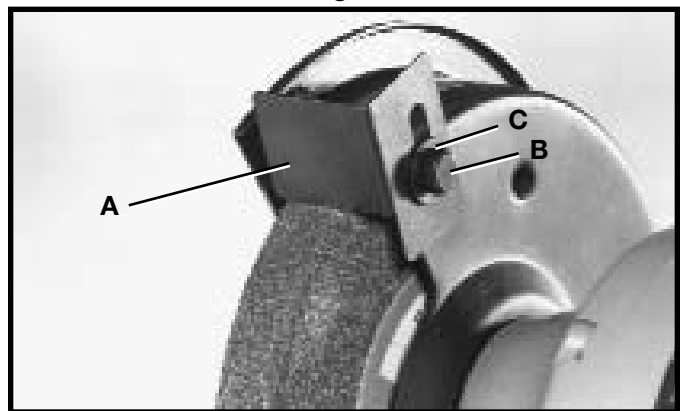

Fig. 5
El protector de chispas (A) Fig. 5 debe montarse al lado de cada protector de ruedas, haciendo uso del tornillo de 1/2 pulg. de largo 1/4-20x1/4" (B) y de la arandela 11/16" (C) en la manera ilustrada aquí. El protector de chispas (A) debe ser ajustado lo más cercanamente posible a la rueda rectificadora para que las chispas jamás hagan contacto con la mano del operario. En lo que se desgasta la rueda rectificadora, el protector de chispas (A) debe ajustarse correspondientemente.